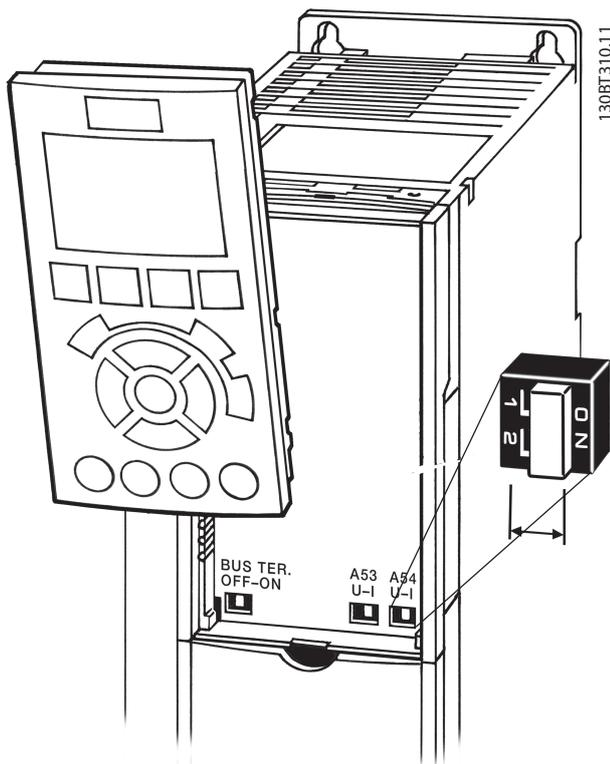

Abbildung 2.34 Lage der Schalter für die Klemmen 53 und 54
- Sie erreichen die Schalter, indem Sie das LCP abnehmen (siehe *Abbildung 2.34*).